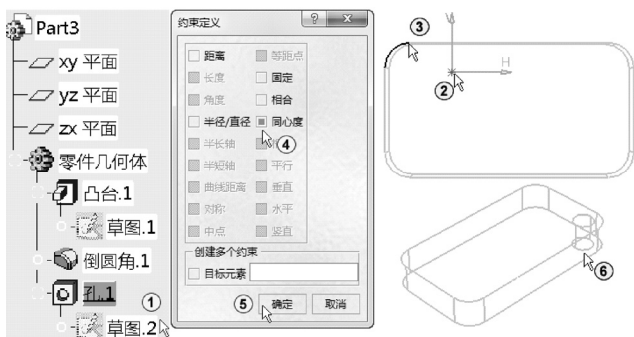

图 3-48 编辑草图加入孔定位尺寸
双击特征树中“孔.1”下面的“草图.2”，如图 3-48 中①所示。对“孔.1”位置进行定义。按住〈Ctrl〉键选择“孔.1”的圆心与矩形倒圆角边线，如图 3-48 中②③所示。单击“对话框中定义的约束”按钮，在弹出的“约束定义”对话框中选择“同心度”，单击“确
定”按钮，如图 3-48 中④⑤所示。单击“退出工作台”按钮。单击屏幕下方的“等轴测视图”按钮，结果如图 3-48 中⑥所示。